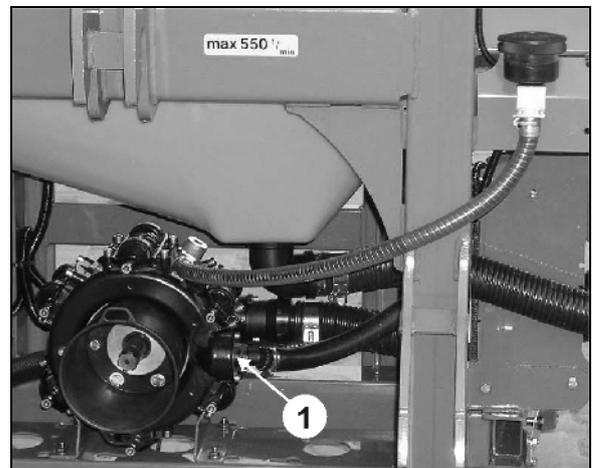

Fig. 129
8. Entfernen Sie die Kappe (Fig. 129/1) am Schalhahn **F**. Verschwenken Sie den Schalhahn **F** (Fig. 129/2) in Position